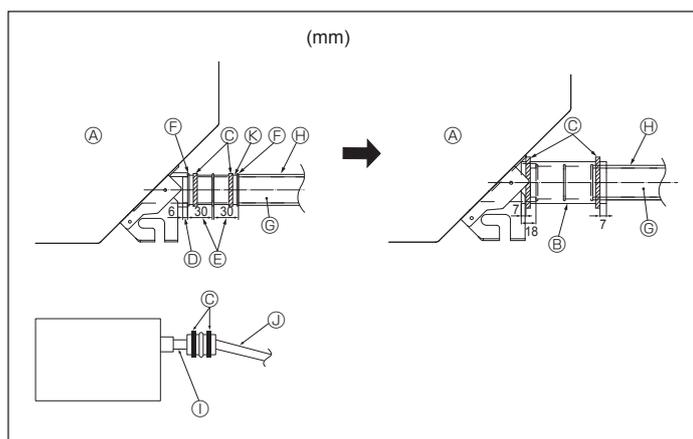

Fig. 5-2
1. Tilslut drænmuffen (følger med enheden) til drænportholderen. (Fig. 5-2)